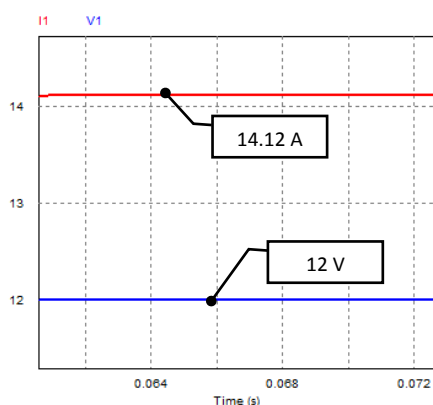

Figure 2
Essai 1 : injecte une tension DC de sorte que le courant circulant dans la charge RL soit constant (figure 2). Donc la dérivée de la tension $u_L(t)$ par rapport au temps soit nulle $L \frac{di(t)}{dt} = 0$: $u(t)=U=12\text{V}$ et $i(t)=I=14.12\text{ A}$.
1. Dans l'essai 1 (figure 2), la charge RL est alimentée par une **tension continue**, donc un **courant aussi continu** qui circule. Exprimer l'équation différentielle régissant l'évolution du courant $i(t)$ en fonction de L , $i(t)$, R et $u(t)$. Simplifier cette équation différentielle en considérant que le courant est quasiment constant $i(t)=I$. Connaissant la valeur de U et I (à partir de figure 2), déduire alors la valeur de la résistance R .